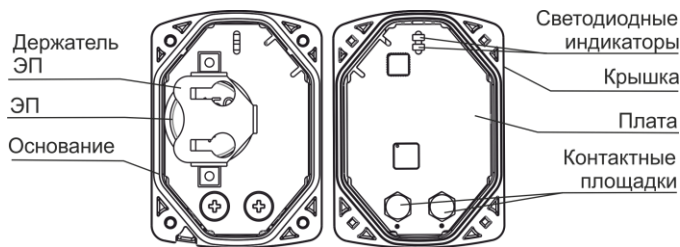

Рисунок 2
4.1 Извещатель состоит из съемной крышки, основания и платы с радиоэлементами (рисунок 2), ЭП из комплекта поставки установлен.